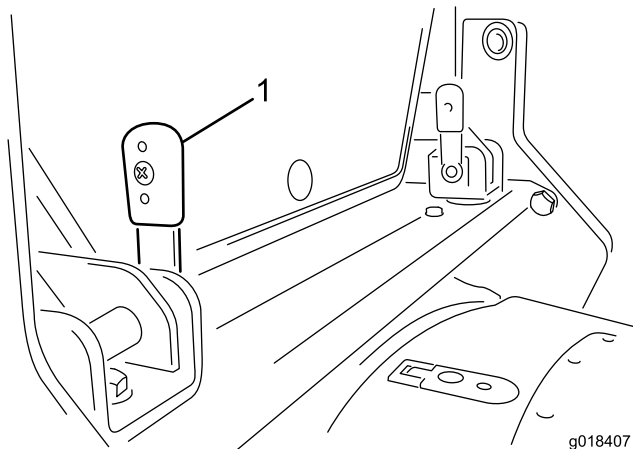

図 16
1. キャブの後部についているロックングレバー（2本）を上向きにする（図 16）。
3. 縦位置になっているレバー（図 16）を、ブラケットにセットする。レバーのセットには多少の手間がかかるかもしれませんが、ロックングペグとスロットとをきちんと整列させてレバーを差し込んでください。